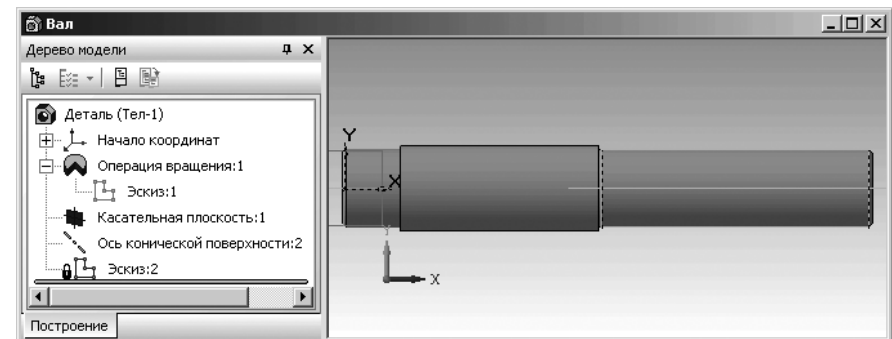

Рис. 2.92. Окно модели **Вал** в начале построения эскиза шлицевого паза на касательной плоскости
- щелкните на панели инструментов **Текущее состояние** по кнопке – **Эскиз**. Система перейдет в режим построения эскиза. Построенная касательная плоскость по умолчанию совпадет с плоскостью экрана (рис. 2.92).